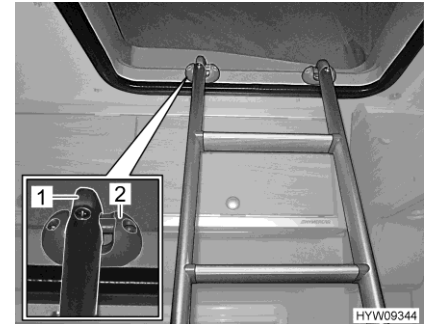

Fig. 51 Échelle de montée (accrochée)
- Accrocher l'échelle de montée par les deux étriers (Fig. 51,1) aux crampillons (Fig. 51,2) dans le cadre du toit relevable.